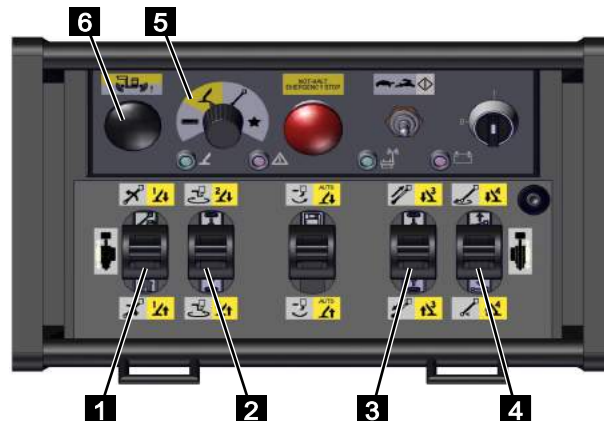

Fig. 149
3. Mettre le sélecteur de fonction sur [Fonctions des appuis] (jaune) (Fig.149/5).
4. Maintenir le bouton « collision » (Fig.149/6) enfoncé.
5. Commander l'appui/les appuis souhaité(s) avec les leviers de commande (Fig.149/1, 2, 3 et 4) suivant le tableau ci-après.